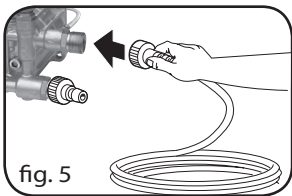

fig. 5
1. Collegare il tubo alta pressione all'uscita alta pressione della macchina (fig. 5).